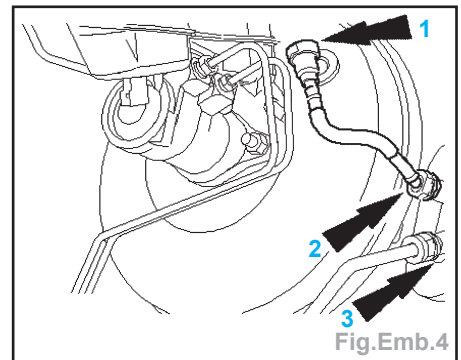

Fig.Emb.4
- Débrancher le flexible d'alimentation de maître-cylindre d'embrayage du réservoir de liquide de freins (flèche 1) (Fig.Emb.4). Pour cela, enfoncez le clip.